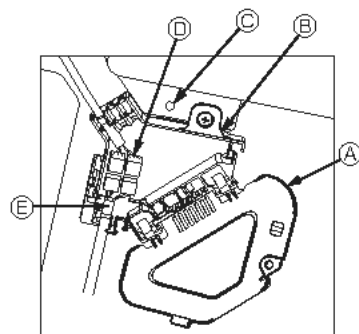
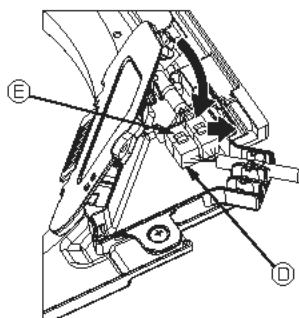

Fig. 10-8
Fig. 10-9
- ① Verwijder de schroef waarmee de kap van de schakeldoos vastzit en open de kap.
- ② Sluit de connector van de voedingsbedrading voor de waaiermotor en de voedingsdraad voor de waaiermotor van het paneel stevig aan in de schakeldoos. (Fig. 10-8)
- ③ Sluit de kap van de schakeldoos.
- Wanneer u de kap van de schakeldoos sluit, schuift u de kap in de richting van de pijl en zorgt u ervoor dat het uitstekende deel er goed invalt. (Fig. 10-9)